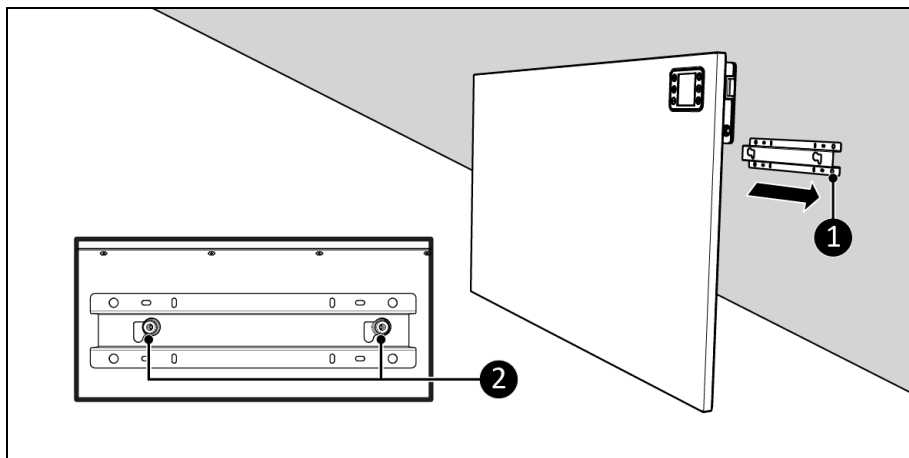

Figura 13
9. Așezați suportul dispozitivului (Figura 13, poza 2) peste suportul de perete (Figura 13, poza 1).